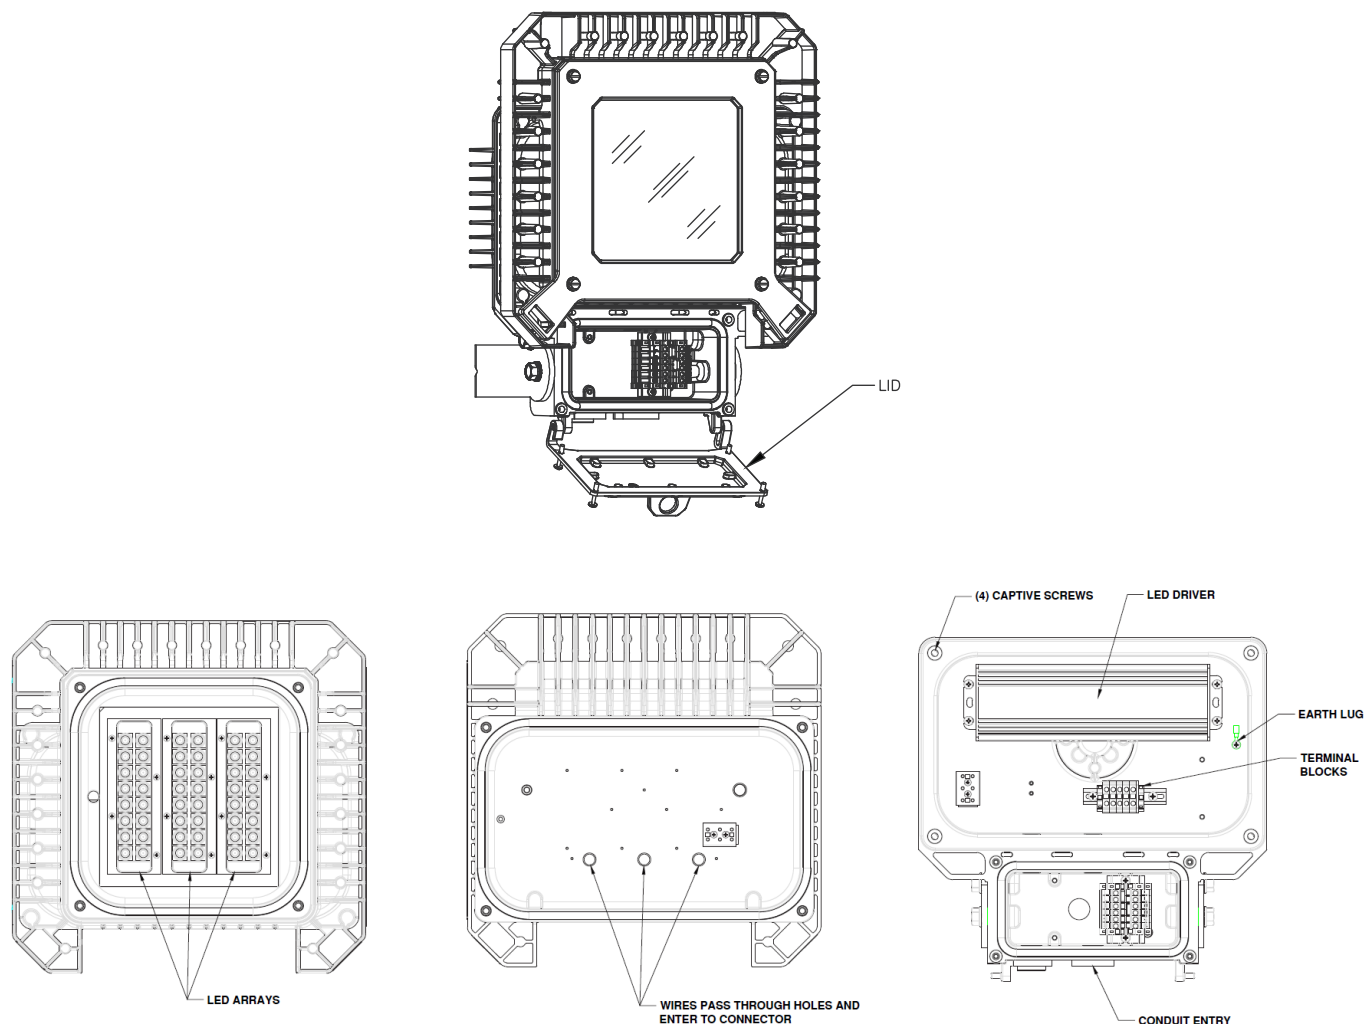

Figure 13: Compartment de câblage
1. Ouvrez le compartiment de câblage du luminaire en desserrant les quatre vis imperdables. Permettez au couvercle de s'ouvrir, exposant ainsi le compartiment de câblage. Voir Figure 13.
3. Dénudez les conducteurs individuels pour dénuder le fil et insérez-les dans les connexions appropriées du bornier. Les points de connexion sont identifiés comme suit sur le bornier: "L" = Ligne, "N" = Neutre, and "G" = Terre. Serrez les vis du bornier sur le fil. Voir Figures 13.